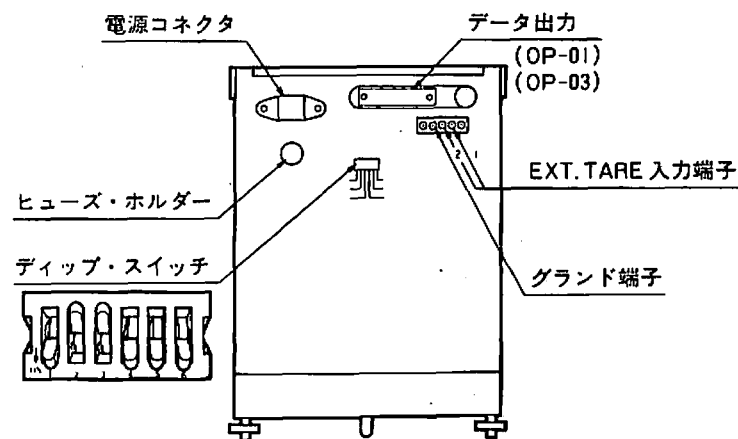

図2 パネル面
3. 被計量物を計量皿に載せます。表示値が変化し、安定すると安定検出マーク(図2)が点灯(もしくは消灯)\*します。そのときの値が重量値を示します。
\*本体背面の内部設定ディップ・スイッチ(図2)により、安定すると安定検出マークが消灯するように設定できます。(2-5項(3))
本体背面の“EXT. TARE”端子①②間にスイッチなどを接続してください。(図2裏面)。
内部設定用のディップ・スイッチは本体背面にあります。(図2)